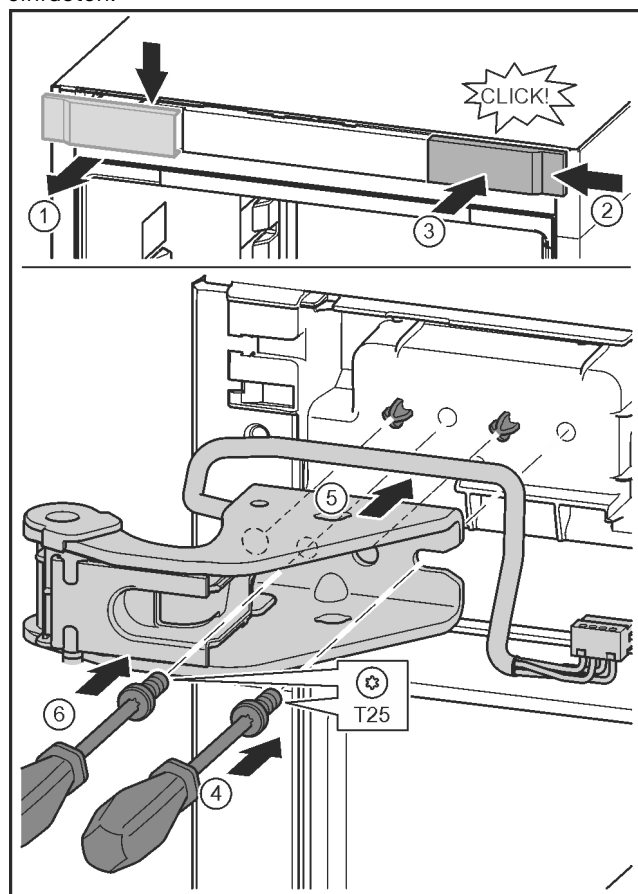

Fig. 28
- Abdeckung lösen und seitlich abnehmen. Fig. 28 (1)
- Abdeckung um 180° gedreht auf der anderen Seite von rechts einhängen. Fig. 28 (2)
- Abdeckung einrasten. Fig. 28 (3)
- Schraube mit Schraubendreher T25 ansetzen. Fig. 28 (4)
- Oberen Lagerbock ansetzen. Fig. 28 (5)
- Schraube festdrehen. Fig. 28 (4)
- Schraube mit Schraubendreher T25 einsetzen und festdrehen. Fig. 28 (6)